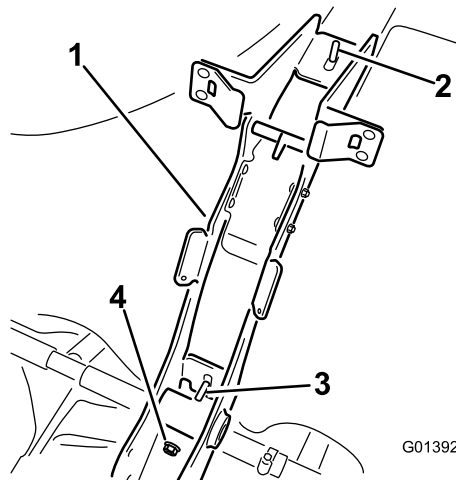

Figura 4
7. Fixati cadrul de susinere principal de colierul rezervorului (Figura 4) cu ajutorul a 2 contrapiulii cu guler ($\frac{3}{8}$ inch).